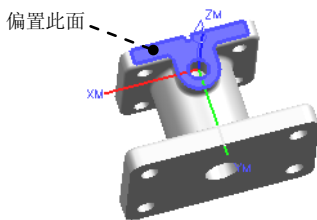

图 6.3.3 选取偏置面
Step4. 在“Mill Orient”对话框 **安全设置** 区域的 **安全设置选项** 下拉列表中选择 **平面** 选项, 单击  按钮, 系统弹出“平面构造器”对话框, 先在选择条工具栏中选择 **整个装配** 选项, 然后选取图 6.3.3 所示的模型表面为偏置平面, 在 **偏置** 文本框中输入值 30.0, 单击“平面构造器”对话框中的 **确定** 按钮, 完成安全平面的创建。